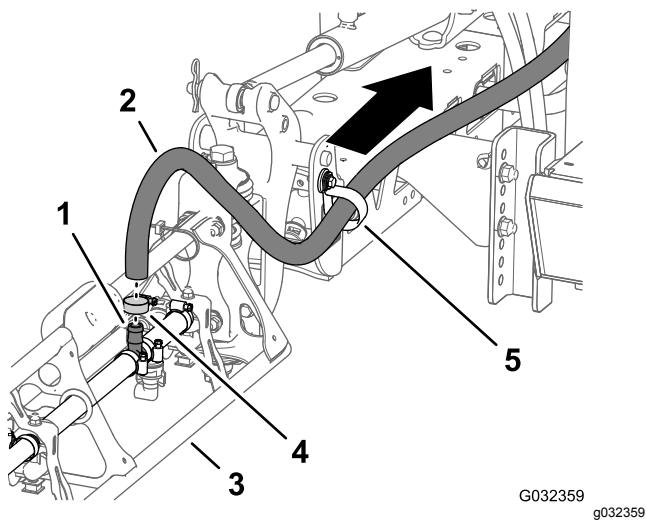

Рисунок 47
1. С наружной секции стрелы снимите шланговый хомут, который крепит шланг подачи секции стрелы к тройнику типа «елочка» (Рисунок 47).
2. Снимите шланг с тройника (Рисунок 47).
3. Снимите свободный конец шланга с R-образного хомута (Рисунок 47).